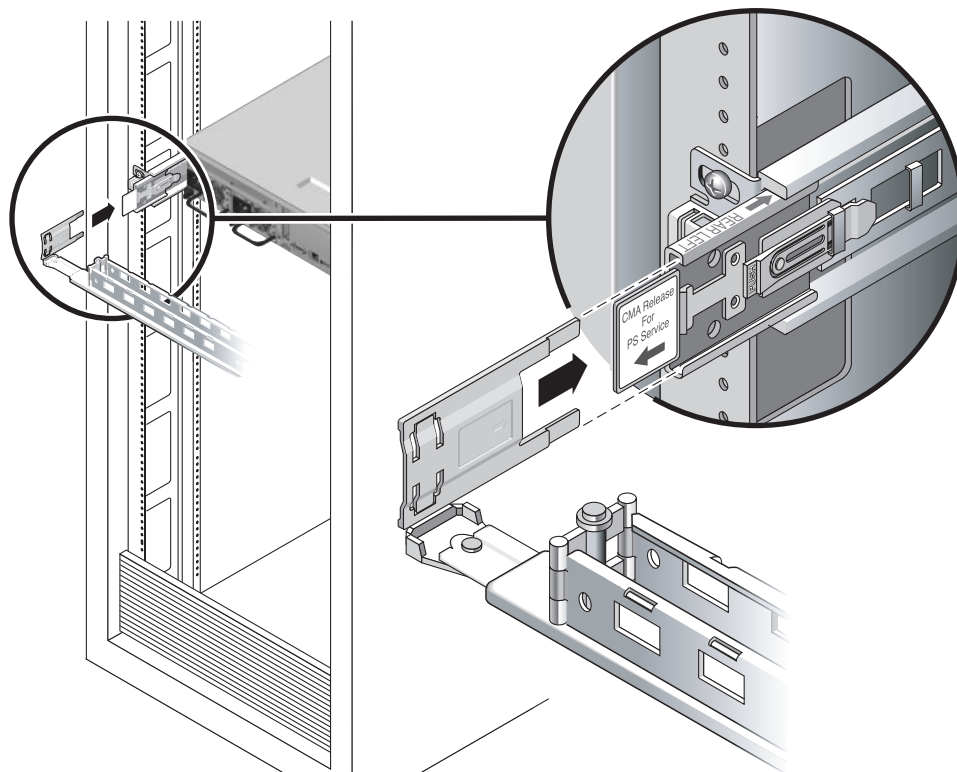

FIGURA 2-11 Montaje del brazo en la guía izquierda
4. Inserte la pieza de plástico (con bisagra) situada en el extremo izquierdo del CMA en la extensión montada con anterioridad (FIGURA 2-11).